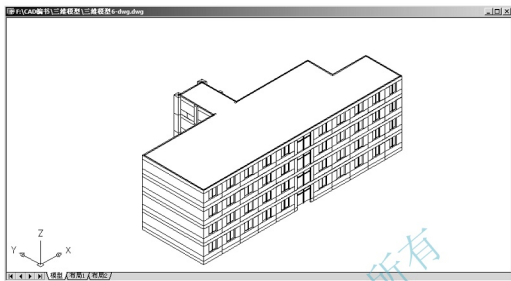

图 6.36 建立屋面模型
(5) 将【墙】、【勒脚】、【门窗框】、【玻璃】和【柱子】图层打开，结果如图 6.36 所示。